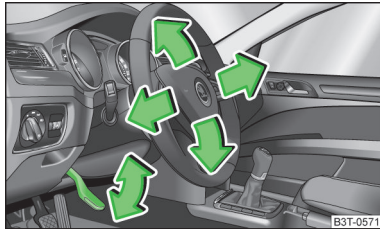

Abb. 2
- » Den Hebel unter dem Lenkrad nach unten schwenken » Abb. 2.